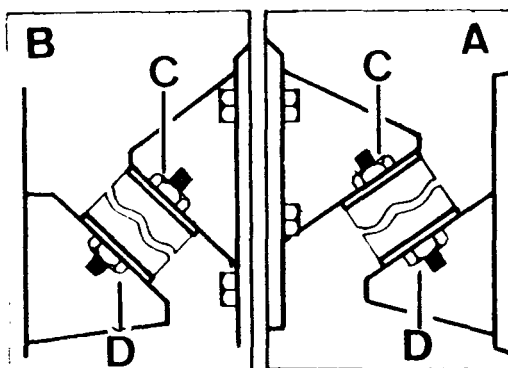

Fig. A3-10 Soportes del motor
- D) Desconectar la tubería de vacío del pulmón del servofreno, en su unión a la (T) de derivación y apartar dicha tubería.
- 1.5. Extraer las tuercas superiores de fijación de los soportes elásticos del motor, C (Fig. A3-10) y las inferiores, D.
- 1.6. Empleando una cadena o gancho de elevación y un dispositivo elevador, enganchar el motor de su soporte delantero y trasero. Comenzar a subir el motor - hasta que los espárragos de los soportes elásticos (Fig. A3-10) queden fuera de sus alojamientos.
- 2.2. Se elevará el motor lo suficiente para poder retirar los tacos o el carrillo que se habían colocado debajo de la caja de velocidades, y se instalarán los soportes elásticos de apoyo delanteros (Fig. A3-10).